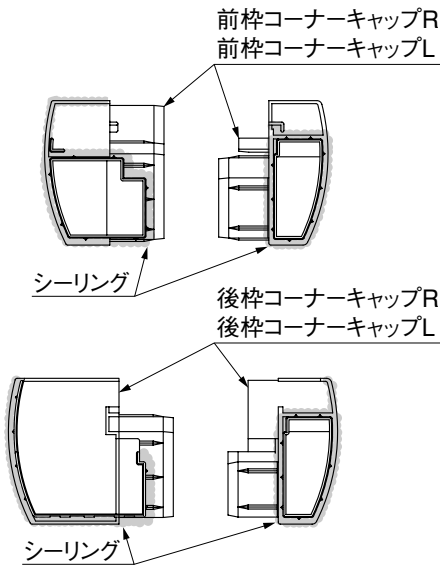
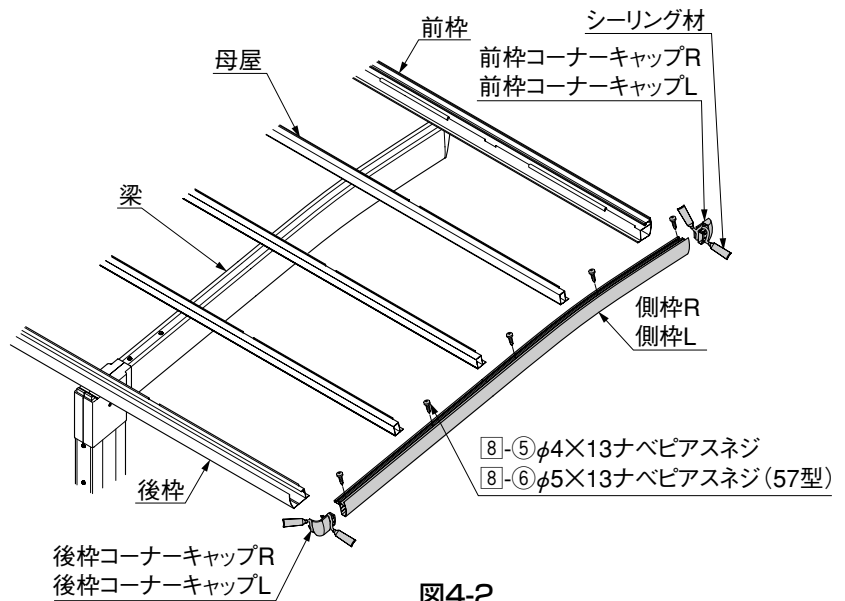

図4-1
図4-2
- 1 前枠コーナーキャップR・前枠コーナーキャップLおよび後枠コーナーキャップR・後枠コーナーキャップLにシーリング材を充てんして、側枠R・側枠Lに取付けてください。(図4-1、図4-2参照)
- 側枠R・側枠Lには左右があります。切り欠きが入っている方を後枠側にしてください。(図4-2参照)
- 指定の箇所にシーリングしてください。(図4-1参照)